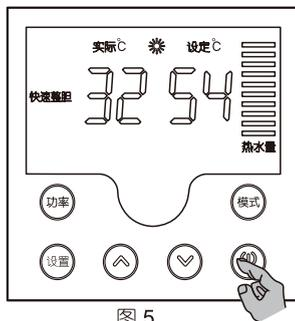

图 5
- ◆ 该模式适合随时可能需要热水、使用热水无规律的用户。当按下开关后热水器进入到普通模式加热状态。当水温达到设定水温时，热水器停止加热，此时“加热”符号熄灭，热水器处于保温状态；当水温低于设定水温，热水器又将重新启动加热。如图 5 所示